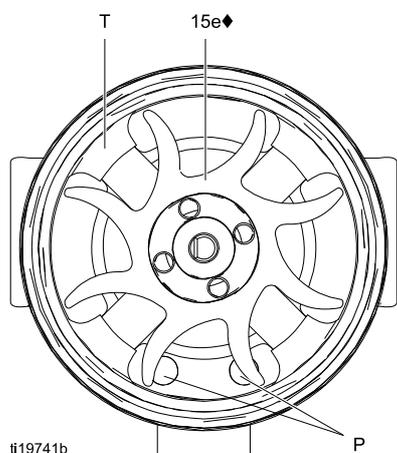

Figure 34 Ориентация вентилятора
7. Установите блок катушки (15a) на стенде, направив сторону вентилятора вверх. Подденьте вентилятор (15e) отверткой с широким лезвием и снимите его с вала (S).
10. Установите новый нижний подшипник (15b1◆) на длинный торец вала (S). Более плоская сторона подшипника должна быть направлена в сторону от магнита (M). Установите деталь на катушке (15a) так, чтобы пластины подшипника находились на одном уровне с поверхностью катушки.
12. Установите блок катушки (15a) на стенде, направив сторону вентилятора вверх. Установите вентилятор (15e♦) на длинный торец вала (S). Направление лопастей вентилятора должно соответствовать рисунку.
13. Осторожно установите блок катушки (15a) на переднюю часть корпуса (15d♦). 3-проводной разъем (PC) должен располагаться ниже более широкой насечки (W) планок крепления в корпусе, как показано на рис. 35. Убедитесь в том, что направляющие штифты катушки (P) расположены согласно рис. 34.
14. Поверните вентилятор (15e) так, чтобы его лопасти не закрывали четыре планки крепления (T) с задней стороны корпуса. Убедитесь в том, что пластины нижнего подшипника (15b1♦) находятся на одном уровне с планками крепления.